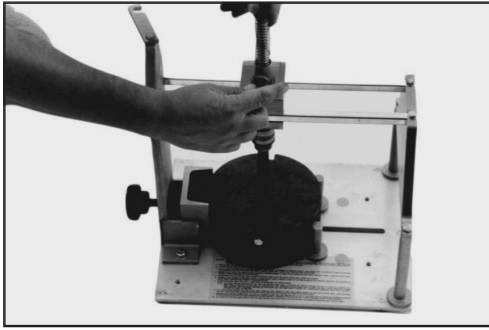

Figura 10
4.5 Posicione a broca sobre a marca de furação indicada no cabeçote lateral e aperte o parafuso de retenção do bloco suporte (figura 10).